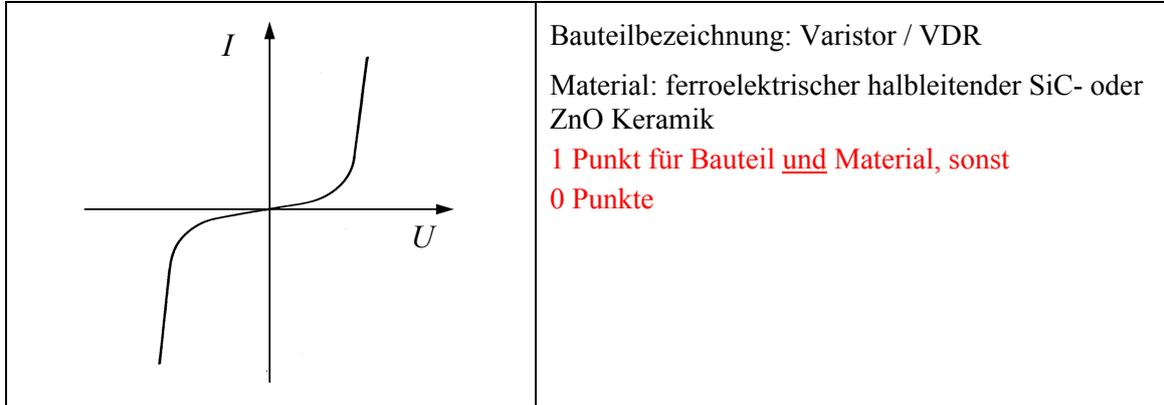

Abbildung 1
a) In Abbildung 1 und 2 sind die Strom-Spannungs-Kennlinien von nichtlinearen Widerständen gegeben. Geben Sie zu jeder Strom-Spannungs-Kennlinie den Namen des Bauteils und ein geeignetes Material an. (2 Punkte)